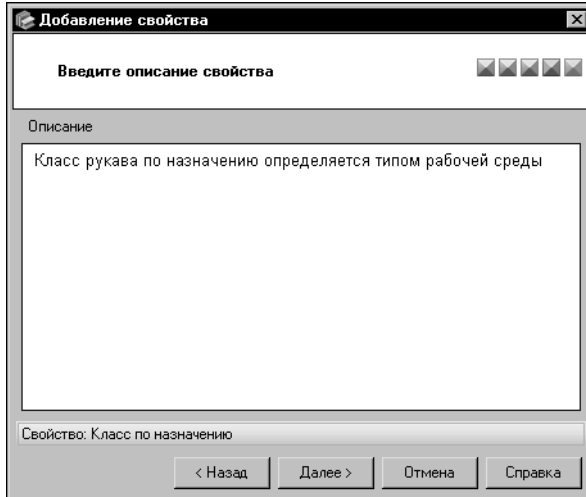

Рис. 6.8. Мастер создания свойства: шаг 4
9.В окне четвертого шага (рис. 6.8) в поле **Описание** введите следующий текст описания свойства: *Класс рукава по назначению определяется типом рабочей среды.*